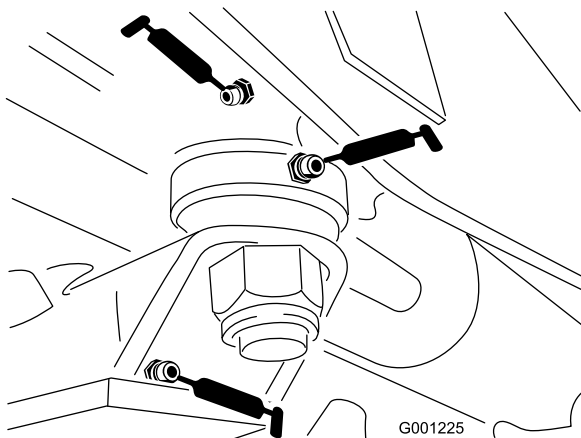

Figura 43
- boccole della piastra sterzante (Figura 43)
- boccola del perno dell'assale (Figura 43)